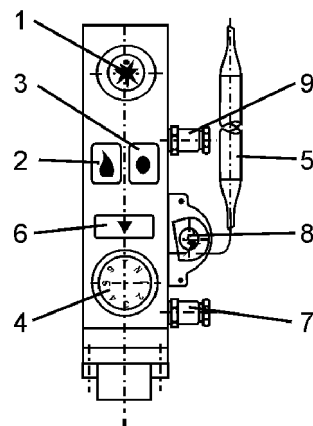

Рис. 6. Газовый клапан CR 640
Равномерную нагрузку обогревательной установки, независимо от колебания давления в сети газопровода обеспечивает редуктор, встроенный в комбинированный газоклапан (рис. 6.). Давление в газовой сети можно контролировать на манометре, присоединенном на измерительном патрубке (9), расположенного рядом с входным патрубком газоклапана.